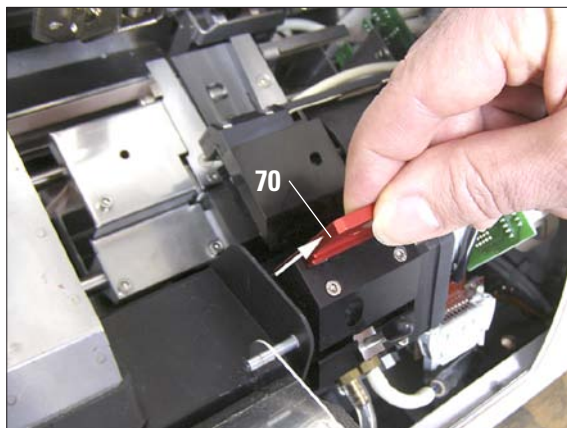

図 64
- 次にロケーションプレート（70、図 64）を引き出します。